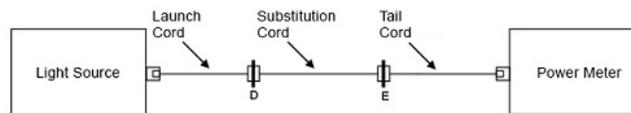

図 10. 低損失の接続部のチェック
- a. パワー・メーターにテイル・コードを接続し、ランチ・コードとテイル・コードの間に代替コードを挿入して、シングルモードで 0.4 dB などの損失が低い接続部を確認します (図 10 参照)。